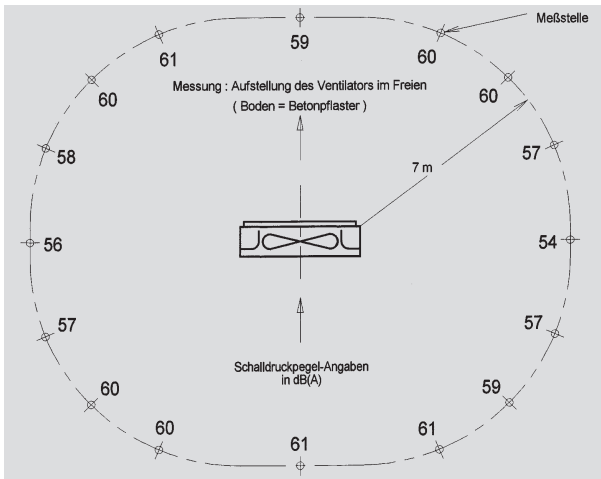

Bild 3:
Im freiansaugenden und freiausblasenden Zustand (0 Pa Druckerhöhung und Aufstellung des Ventilators im Freien) wurde in 7 m Abstand vom Ventilator in Strömungsrichtung ein Schalldruckpegel von 59 dB(A) und quer zur Strömungsrichtung ein Schalldruckpegel von 54 dB(A) gemessen (siehe Bild 3).